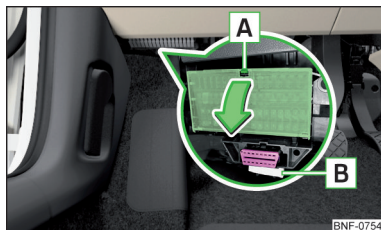

Abb. 167
Die Sicherungen befinden sich unter dem Lenkrad auf der Unterseite der Schalttafel » Abb. 167.
- › Die Sicherungslasche **A** drücken » Abb. 167.